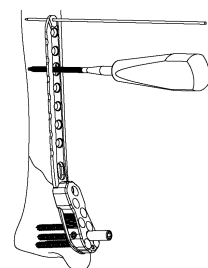

図 17
- 16) 骨質が硬い場合は、3.5 コーティカルスクリュータップ (55mm) で、プレタッップを行います。(図 17)